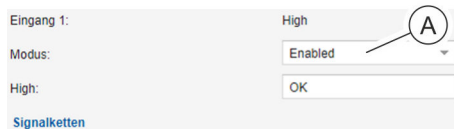

Abb. 119: Eingang bzw. Ausgang aktivieren/deaktivieren
2. ➔ Im Auswahlfeld (Abb. 119/Ⓐ) den Wert auf „Enabled“ (für die Aktivierung) bzw. „Disabled“ (für die Deaktivierung) setzen.